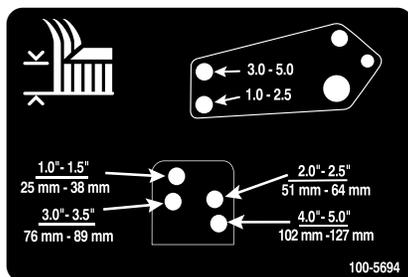

Рисунок 24
11. Совместите отверстия тяг демпферов с выбранными отверстиями кронштейнов высоты скашивания в раме режущего блока (Рисунок 24), вставьте и зашплинтуйте штифты с отверстиями с помощью игольчатых шплинтов.